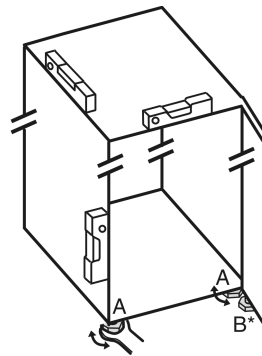

Fig. 4
- Dévisser les pieds réglables Fig. 4 (A) avec la clé plate fournie et utiliser un niveau à bulle pour vérifier que l'appareil est bien plan.
- Dévisser le pied réglable Fig. 4 (B) du support de palier avec la clé plate fournie jusqu'à ce qu'il touche le sol.
- Tourner le pied réglable Fig. 4 (B) de 90° supplémentaires.